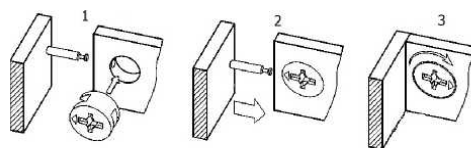

Рис. 4 - Соединение эксцентриковой стяжкой
- Соедините щиты жесткости (7) и брусок жесткости (9) с перегородкой (6) завернув эксцентрики (Рис.4).
- К нижнему щиту (2), крышке (5), щитам жесткости (7), бруску жесткости (9) присоедините боковые стенки (3,4) на шканты, завернув эксцентрики (Рис.4).